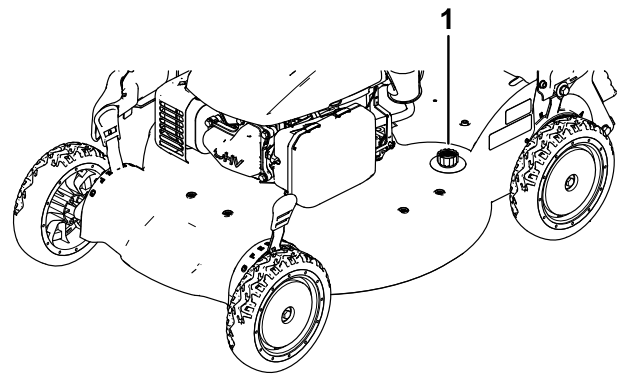

Figure 21
4. Branchez un tuyau d'arrosage, relié à une arrivée d'eau, au raccord de lavage (Figure 21).